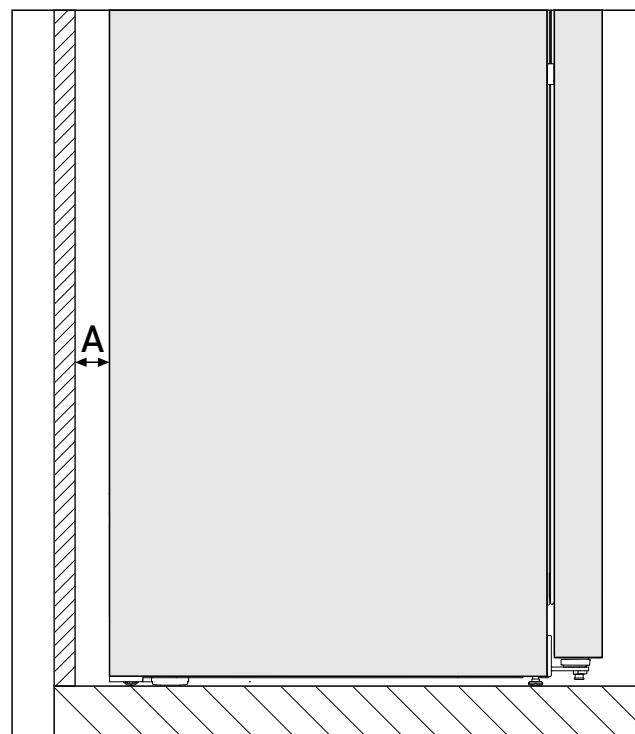

Fig. 3 \*
La consommation d'énergie a été déterminée avec une distance des murs *Fig. 3 (A)* entre l'arrière de l'appareil et le mur. Si la distance des murs est inférieure à *Fig. 3 (A)*, cela n'a aucune incidence sur le fonctionnement de l'appareil. En revanche, la consommation d'énergie augmente légèrement lorsque la distance des murs est réduite.